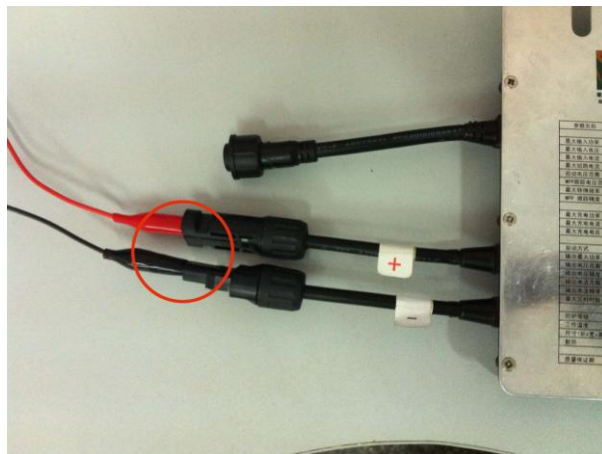

图11-2
1.2将模块上的红黑两线与控制器的PV线端相连接，如图11-2